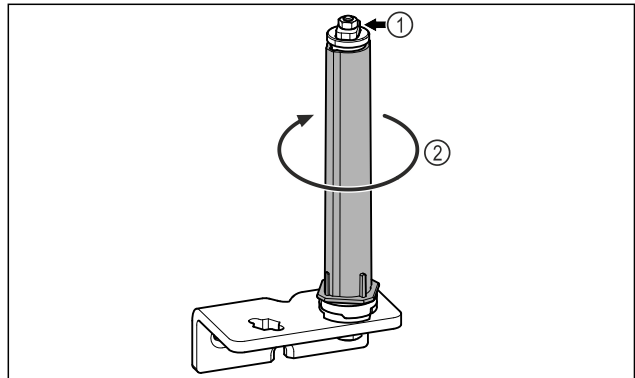

Fig. 18
- ▶ Türschließsystem Fig. 18 (1) nicht zerlegen.
- ▶ Schließsystem Fig. 18 (2) drehen, bis es klickt.